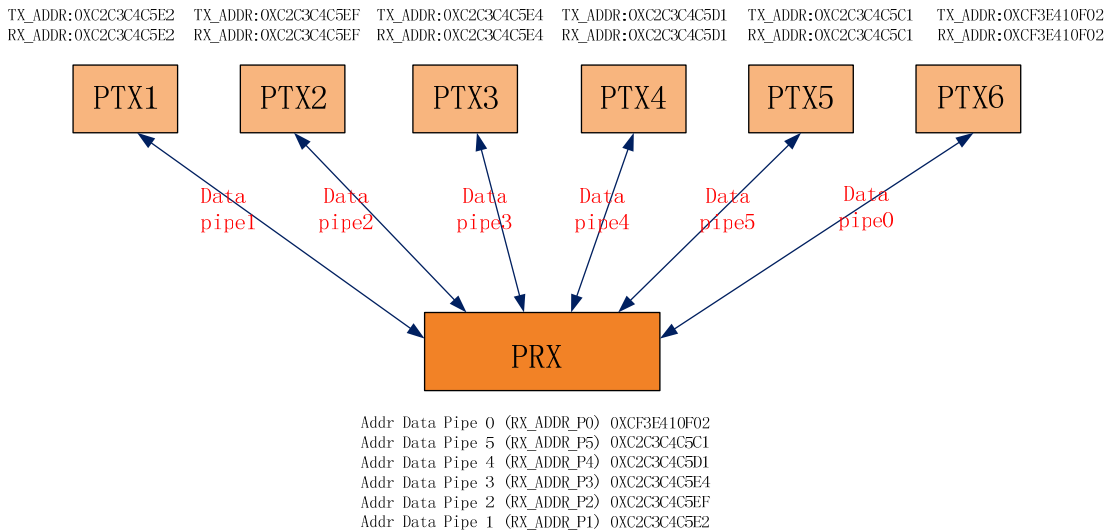

图5 应答地址确定示例
XN297在确认接收到数据后记录发送端地址，并以此地址为目标地址发送应答信号。在发送端，数据通道0被用做接收应答信号，因此，数据通道0的接收地址要与发送端地址相等以确保接收到正确的应答信号。图5给出了PTX和PRX地址如何配置例子。
2、当MCU有数据要发送时，接收节点地址 (TX_ADDR) 和有效数据(TX_PLD)通过SPI接口写入XN297。发送数据的长度以字节计数从MCU写入TX FIFO。当CSN为低时，数据被不断的写入。发送端发送完数据后，将通道0设置为接收模式来接收应答信号，其接收地址(RX_ADDR_P0)与接收端地址(TX_ADDR)相同。例：在图5中数据通道5的发送端(PTX5)及接收端(RX)地址设置如下：